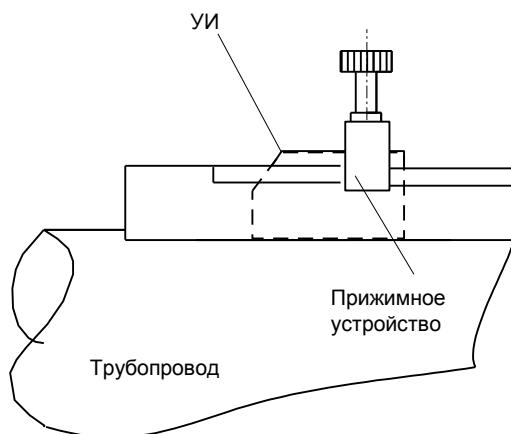

рис. 2
11.3.3. На рабочую поверхность излучателя УИ1(+V) нанести слой смазки толщиной (0,5÷1,5) мм и вставить его в установочный профиль (стрелка на излучателе должна совпадать с направлением движения потока жидкости, и излучатель УИ1(+V) должен быть выше по течению, чем излучатель УИ2(-V)), плотно прижать рукой к предварительно зачищенной поверхности трубопровода и немножко подвигать вперед-назад, чтобы раздавить слой смазки. Затем излучатель прижать к поверхности трубопровода прижимным устройством (см. рис. 2) так, чтобы верхний скос крышки был напротив риски на трубе.